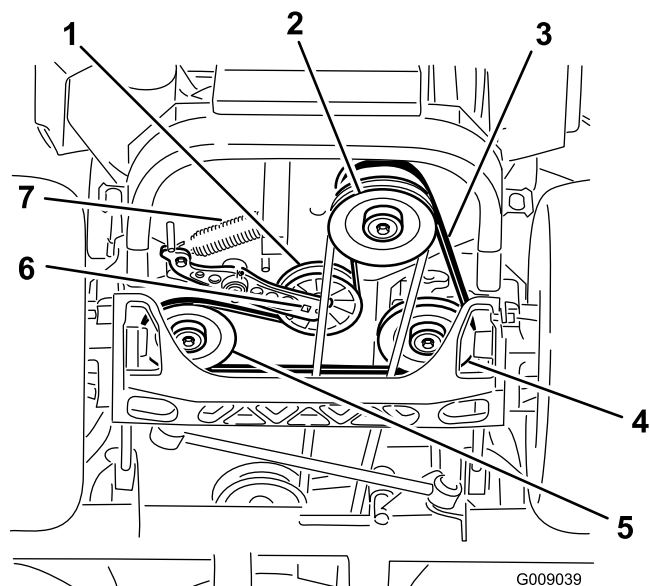

Figure 76
5. Insérez un rochet dans le trou carré du bras de la poulie de tension pour déposer le ressort de la poulie de tension (Figure 76).
6. Décrochez le ressort de la poulie de tension du châssis (Figure 76).
9. Insérez un rochet dans le trou carré du bras de la poulie de tension pour installer le ressort de la poulie de tension sur le châssis (Figure 76).